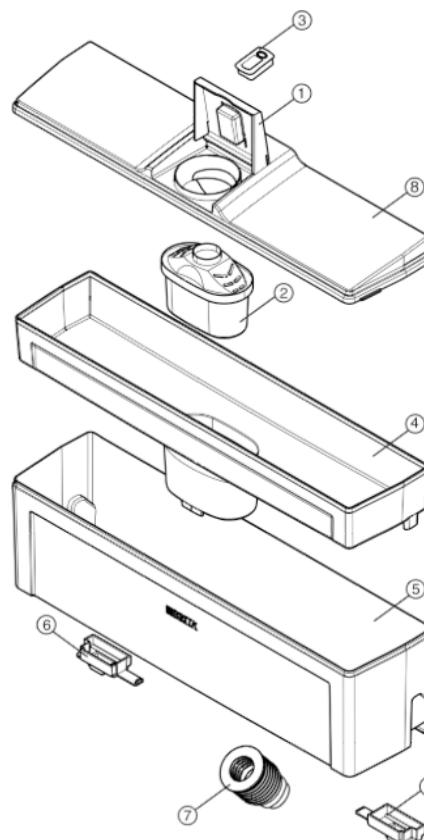

Fig. 19
- Откройте крышку Fig. 19 (1) вместе со встроенным индикатором замены картриджа BRITA Memo Fig. 19 (3), нажмите на него одновременно с обеих сторон и аккуратно извлеките из кожуха Fig. 19 (8) резервуара для воды. Ввиду риска повреждения индикатора BRITA Memo извлекать его из крышки разрешается только с целью утилизации.
- Крышку Fig. 19 (8) ёмкости для воды возьмите одновременно слева и справа, поднимите вверх и отложите в сторону.
- Извлеките картридж водяного фильтра BRITA MAXTRA Fig. 19 (2) со сменного элемента фильтра Fig. 19 (4).
- Затем возьмите сменный элемент фильтра Fig. 19 (4) посередине и извлеките его из резервуара для воды Fig. 19 (5).
- Фиксаторы Fig. 19 (6) на дне ёмкости для воды сдвиньте к центру бака воды.
- Ёмкость для воды Fig. 19 (5) осторожно вытяните вверх, и в воду (если она имеется) слейте в раковину.
Жидкости, содержащие сахар, такие как прохладительные напитки, фруктовые соки и т.п., приводят к склеиванию клапана для воды Fig. 19 (7) и, таким образом, к полному прекращению его работы и, как следствие, к повреждению дозатора воды.
- Извлеките бак для воды из двери холодильной камеры и разберите его. Тщательно промойте водой и вытрите досуха мягкой тканью все компоненты, кроме картриджа водяного фильтра BRITA MAXTRA Fig. 19 (2) и крышки Fig. 19 (1) с индикатором замены картриджа BRITA Memo Fig. 19 (3).
- Поскольку индикатор замены картриджа BRITA Memo Fig. 19 (3), установленный на крышке Fig. 19 (1) кожуха бака для воды, не должен контактировать с водой, аккуратно очищайте крышку Fig. 19 (1) только при помощи влажной мягкой ткани, стараясь не задеть при этом сам индикатор замены картриджа BRITA Memo Fig. 19 (3).
- Фиксаторы Fig. 19 (6) сдвиньте наружу.
- Снимите с картриджа водяного фильтра BRITA MAXTRA Fig. 19 (2) защитную пленку. Опустите картридж в холодную воду и слегка встряхните его, чтобы удалить все пузырьки воздуха. Не замачивайте картридж MAXTRA перед использованием.
- Снимите кожух Fig. 19 (8) резервуара для воды и установите картридж водяного фильтра MAXTRA Fig. 19 (2) посередине сменного элемента фильтра Fig. 19 (4), надежно его зафиксировав.
- Крышку Fig. 19 (8) ёмкости для воды установите на место и затем откройте клапан Fig. 19 (1).
- Заполните сменный элемент фильтра Fig. 19 (4) 2 литрами воды в третий раз и оставьте ее отфильтроваться. Теперь питьевая вода, очищенная при помощи фильтра BRITA, готова к употреблению.
- Закройте клапан Fig. 19 (1) и запустите индикатор замены картриджа "Brita Memo" Fig. 19 (3).
- ▶ Чтобы было проще заполнять бак для воды после его установки в дверь холодильной камеры, можно использовать сосуд с насадкой для выливания дозированной порции жидкости. При этом не заливайте в сменный элемент фильтра Fig. 19 (4) больше 2 литров водопроводной воды.
- ▶ Сменный элемент фильтра Fig. 19 (4) можно заполнить снова, только когда вся вода пройдет через фильтр.